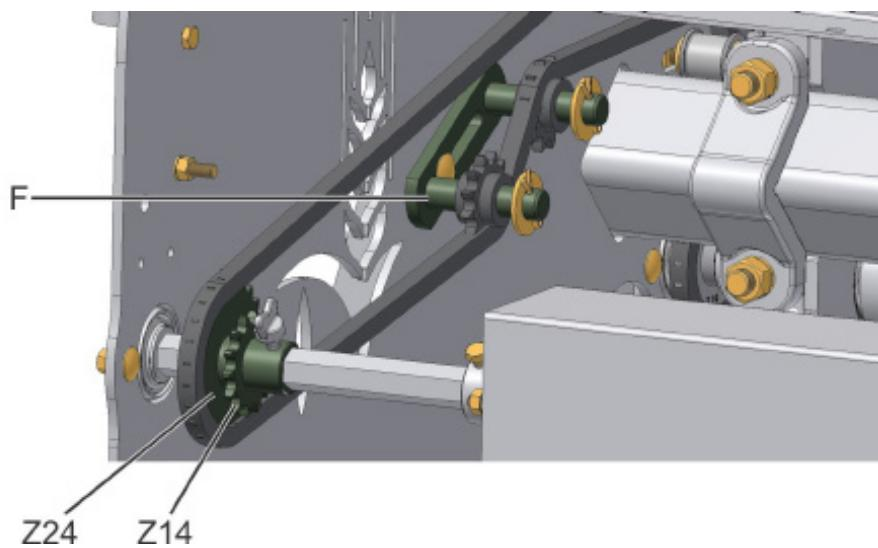

fig. 11
Mantenha a corrente esticada através do esticador (F) (fig. 11). Utilize as rodas dentadas **Z24** e **Z14** como opção adicional de regulagens, fazendo as trocas necessárias conforme tabela fixada na máquina.